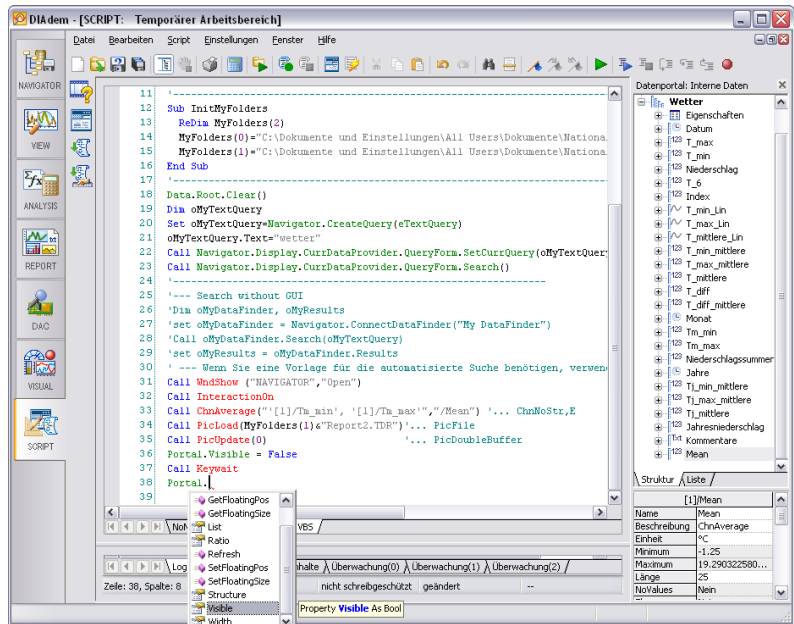

Abbildung 6-3. CodeCompletion erleichtert das Editieren von Objekten
Sobald Sie den Punkt hinter dem Objekt `Portal` eingeben, bietet DIAdem die zu diesem Objekt verfügbaren Methoden und Eigenschaften wie in Abbildung 6-3 zur Auswahl an.
- Fügen Sie in der nächsten Scriptzeile den Befehl `Keywait` wie in Abbildung 6-3 ein.